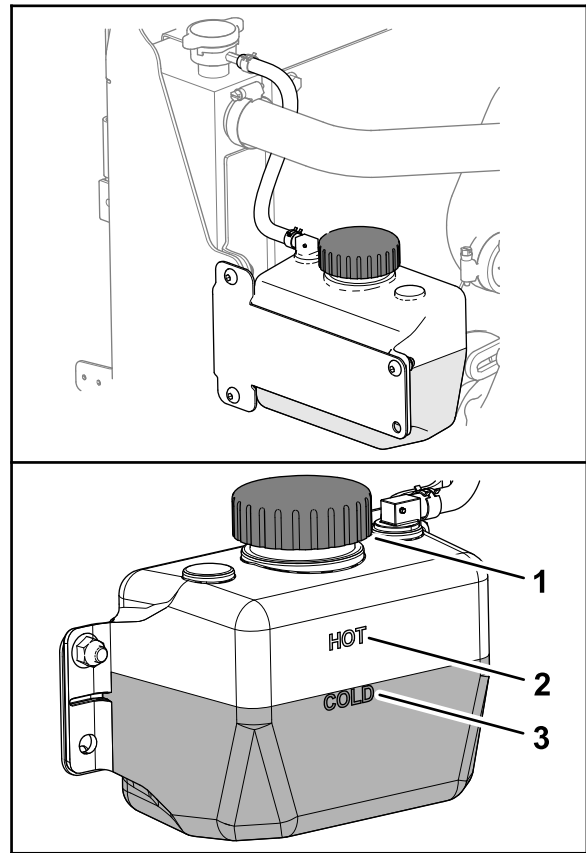

Figura 92
3. Compruebe el nivel de refrigerante en el depósito (Figura 92).